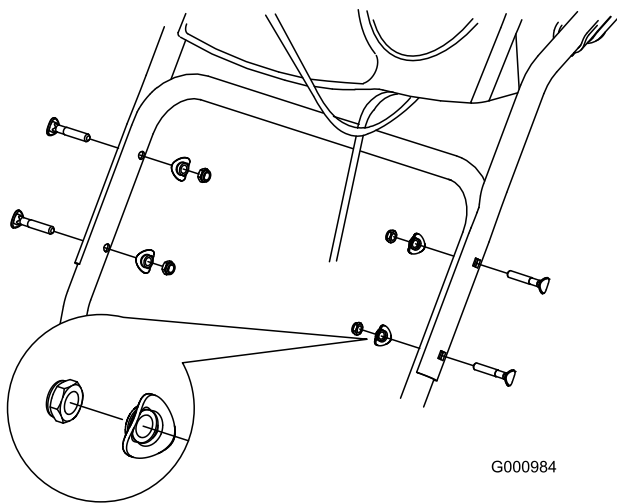

Figura4
2. Fixați mânerul superior cu 4 șuruburi de mâner, 4 șaibe curbate și 4 contrapiulițe din punga cu accesorii (Figura4).